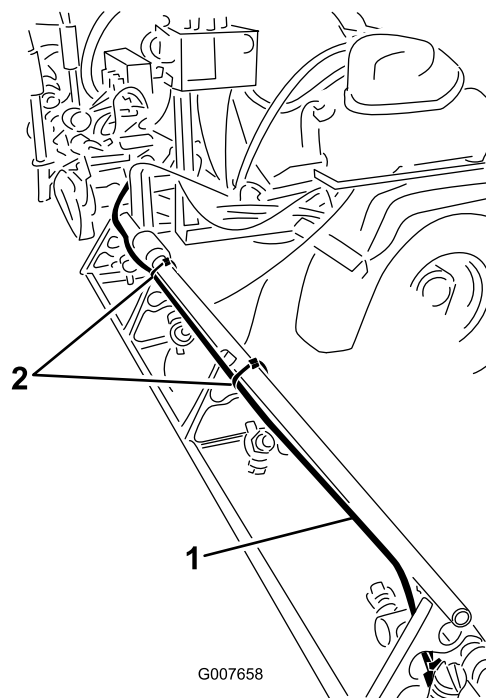

Рисунок 14
4. Проложите трубки в сборе вдоль задней стороны верхней опорной стойки наружной секции стрелы, как показано на Рисунок 14.
6. Прикрепите трубки в сборе к наружной секции стрелы при помощи кабельных стяжек, как показано на Рисунок 14.